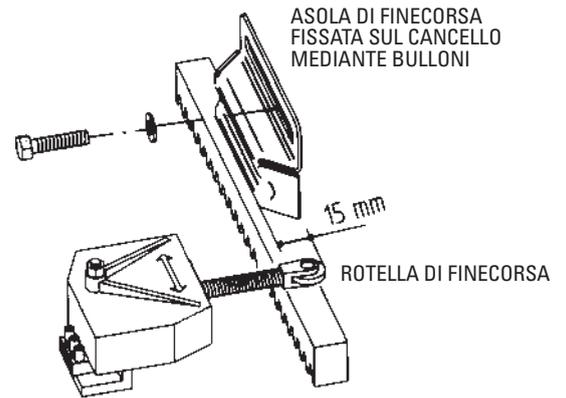

FIG. 5
- Il fissaggio delle **asole di fine corsa** deve avvenire nel rispetto delle quote del disegno: l'estremità della rotella **del tastatore a molla** del finecorsa deve trovarsi **15 mm circa oltre il frontale di inizio scanalatura dell'asola**, così facendo si rende flessibile la molla del dispositivo di finecorsa nei due sensi di marcia del cancello (Fig. 5). Nel caso **la rotella** del finecorsa vada oltre i 15 mm consentiti bisogna svitare e togliere la rotella e accorciare l'asta flessibile a molla.